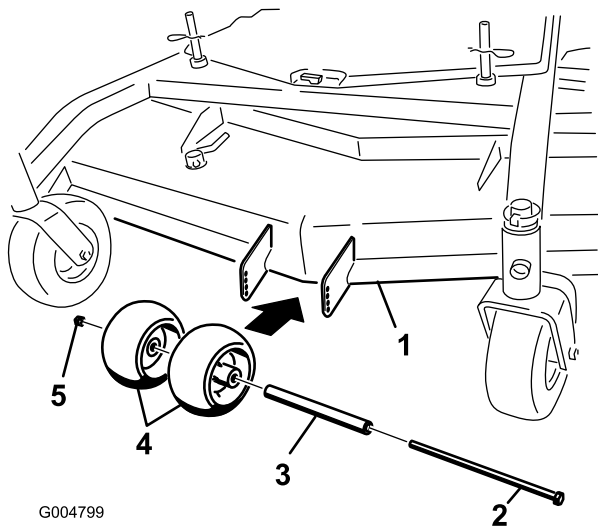
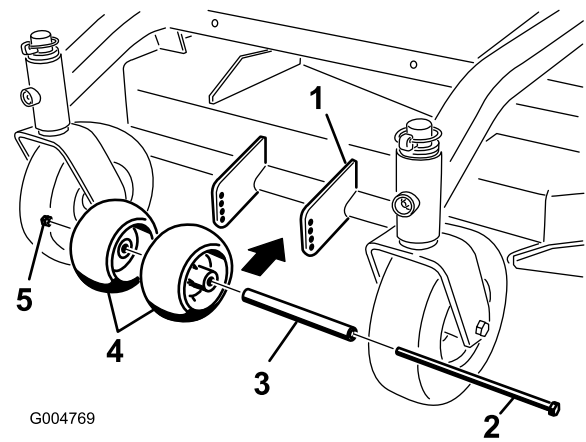
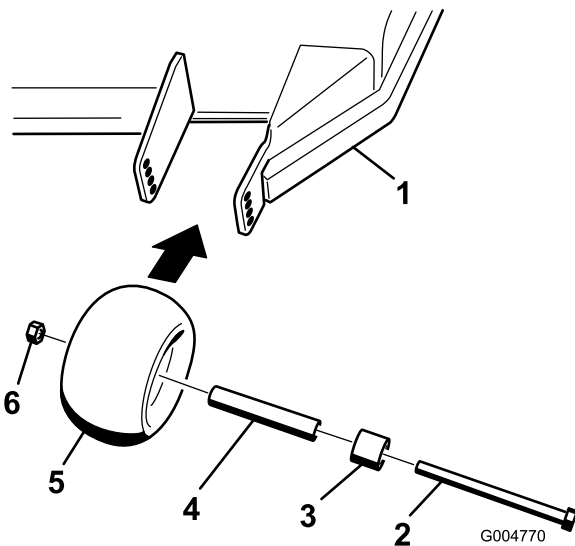

Figura 15
Figura 17
Figura 16
1. Después de ajustar la altura de corte, compruebe que hay una separación mínima de 10 mm (3/8 pulg.) entre los rodillos protectores del césped y el suelo (Figura 15, Figura 16, Figura 17).
2. Si es necesario realizar ajustes, retire el perno, las arandelas y la tuerca (Figura 15, Figura 16, Figura 17).
3. Seleccione un taladro para que los rodillos tengan una separación mínima del suelo de 10 mm (3/8 pulgada) (Figura 15, Figura 16, Figura 17).
4. Instale el perno y la tuerca (Figura 15, Figura 16, Figura 17).